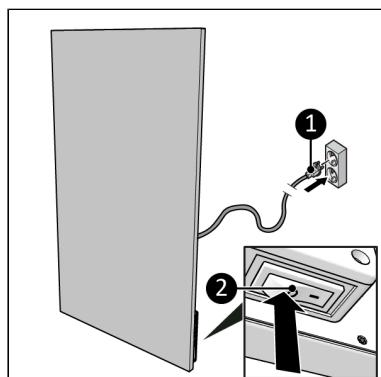

Figure 12.
- Zorg dat de AAN/UIT-knop in de UIT-stand staat (Figure 12, pos. 2).
- Steek de stekker (Figure 12, pos. 1) in een geaard stopcontact waar u eenvoudig bij kunt. Gebruik een geaard stopcontact met een minimumvermogen van 1000 watt.